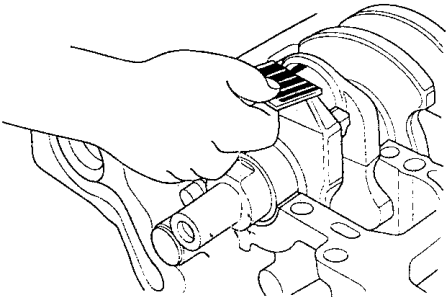

图 2-23 检查连杆轴承间隙
6) 拆卸连杆盖和轴瓦如图 2-23 所示，并测量塑料间隙规最宽部位。连杆轴承与轴颈油膜间隙的标准值：0.020 ~ 0.038mm；维修极限：0.050mm。